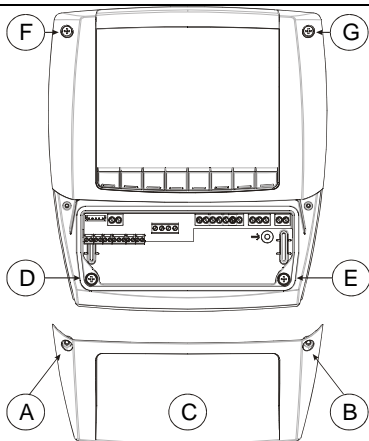

FIG. 1
2. Skruva ur de 4 front skruvarna (Fig. 1, A, B, F, G) och ta bort kåpan (Fig. 1, C).
3. Skruva ur de 2 skruvarna (Fig. 1, D, E) som håller ihop fronten och bakdelen av Cool Mate och som separerar de 2 delarna.
8. Sammanfoga baksidan och frontkåporna i panelen, och fäst dem de 4 skruvarna som du nyss skruvade ur (dimension 4x35 mm), i hålen enl. Fig. 1, A, B, D, E. Maximum paneljocklek: 6mm.